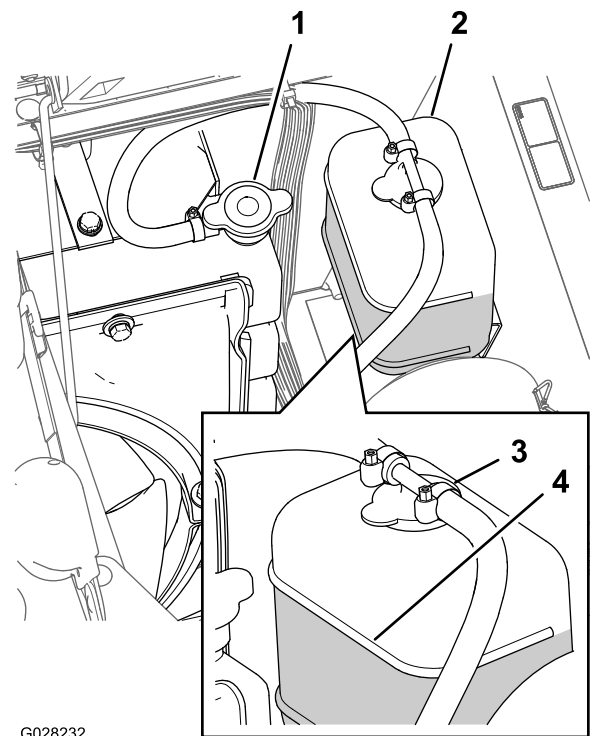

Figure 103
3. Retirez le bouchon du radiateur et le bouchon du vase d'expansion avec précaution (Figure 103).
Remarque: Le radiateur doit être rempli jusqu'en haut du goulot de remplissage et le vase d'expansion jusqu'au repère maximum (Figure 103).
5. Si le niveau de liquide de refroidissement est trop bas, enlevez le bouchon du vase d'expansion et le bouchon du radiateur. Remplissez le vase d'expansion jusqu'au repère maximum, et le radiateur jusqu'en haut du goulot de remplissage (Figure 103).
6. Remettez en place les bouchons du radiateur et du vase d'expansion (Figure 103).
2. Attendez que le moteur soit froid, puis retirez le bouchon du radiateur (Figure 103).
6. Retirez le bouchon de radiateur (Figure 103).
8. Démarrez le moteur en ayant desserré légèrement le bouchon sur le radiateur (Figure 103).
10. Une fois le liquide de refroidissement chaud, faites l'appoint jusqu'à la surface d'étanchéité du bouchon et serrez ce dernier (Figure 103).
11. Ouvrez le bouchon du vase d'expansion et versez du liquide de refroidissement jusqu'au niveau à froid (Figure 103).